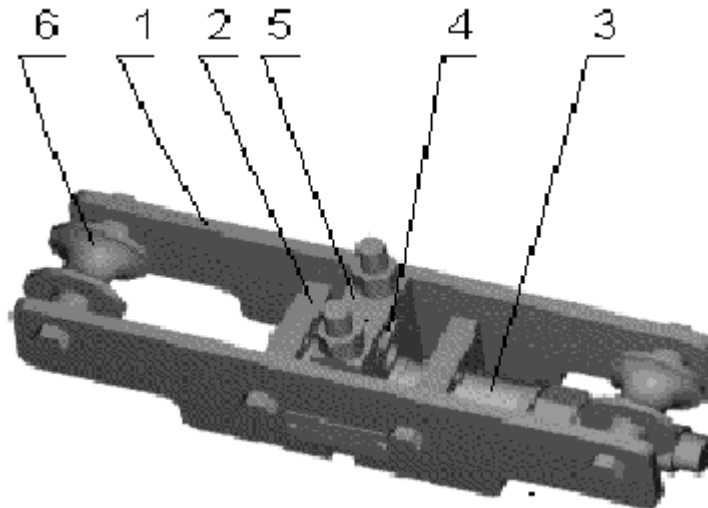

Рис.3. Внешний вид датчика силы ИВЭ-50-2  $R_{ном} = 30\text{тс}$ .
4.3. Датчик силы ИВЭ-50-2  $R_{ном}=30$  тс (рис. 3) состоит из двух стенок 1, двух обойм 2, в которых закреплен тензорезисторный датчик 3. Между обоймами 2 на тензорезисторном датчике определенным образом укреплена тяга 4, которая имеет цилиндрический ложемент для укладки каната, две резьбовых шпильки и прижим 5. Для установки датчика на канате имеются ролики 6. Плата контроллера расположена в дополнительном кожухе.
Датчик монтируется на неподвижном конце талевого каната таким образом, что последний оказывается изогнут между роликами 6 (см. рис.3) и ложементом тяги 4, которая связана с тензорезисторным датчиком 3. К тяге 4 канат крепится прижимом 5. Натяжение изогнутого каната определяет усилие, действующее на тензорезисторный датчик.